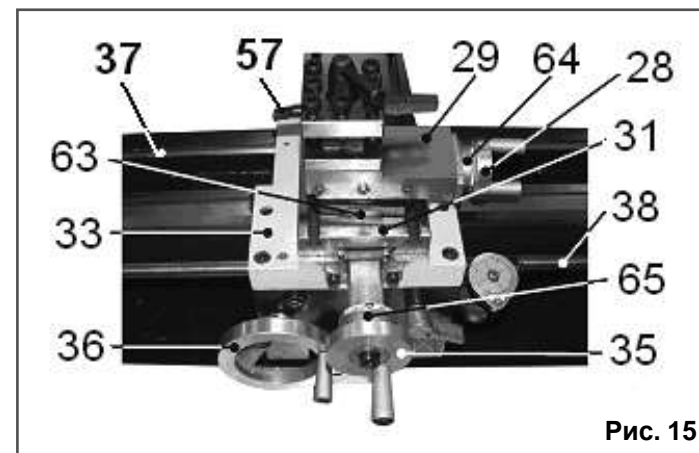

Рис. 15
10.3. Точение (Рис. 15)
10.3.1. Установка и подача резца (57) в продольном направлении станины (37) станка, Рис.15, производится вращением маховика (36) ручной подачи каретки (33), Рис. 15.
10.3.2. Точная установка и подача резца (57) в продольном направлении производится маховиком подачи (28) поворотного суппорта (29), установленного параллельно ходовому винту (38) подачи каретки (33), что соответствует совмещению метки на поперечном суппорте (31) и нулевой отметки шкалы (63) поворотного суппорта (29), Рис. 15.
10.3.3. Расстояние прохождения резца (57) контролируется по шкале лимба (64), (1 деление = 0,025 мм), Рис. 15.
10.3.4. Установка и подача резца (57) в поперечном направлении (установка глубины точения, торцевое точение) производится вращением маховика (35) подачи поперечного суппорта (31), Рис. 15.
10.3.5. Глубина подачи резца (57) в поперечном направлении контролируется по шкале лимба (65), при этом, глубина точения за один проход не должна превышать 0,3 мм (1 деление лимба=0,025 мм), Рис. 15.
10.3.9. Обнуление лимбов (64, 65) поперечного и поворотного суппортов (31, 29) производится вращением от руки соответствующего лимба до совмещения рисок нулевых отметок, Рис. 15.